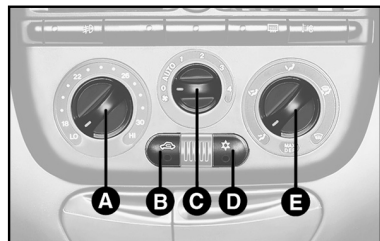

fig. 48
- temperatura do ar nos difusores obtendo a temperatura selecionada pela manopla **A-fig. 48**;
COMANDOS - fig. 48
- girar a manopla A-fig. 48 em HI.
Se a avaria envolve o comando do ventilador **C-fig. 48** e este puder continuar seu funcionamento, será selecionada a 1ª velocidade automaticamente.